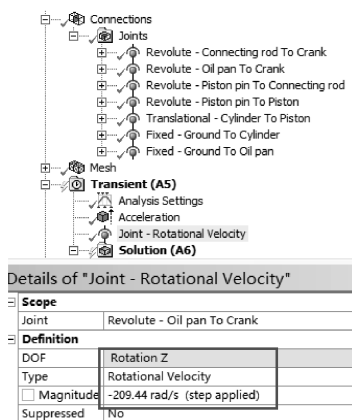

图 5-22 施加边界
(2) 设置加速度：单击【Transient (A5)】→【Inertial】→【Acceleration】→【Details of “Acceleration”】→【Definition】→【Define By】= Component，Z Component = $9806.6mm/s^2$ 。
(3) 施加转动速度：单击【Connections】→【Joints】→【Revolute-Oil pan To Crank】，按着不放直接拖动到【Transient (A5)】下，【Joints Load】→【Details of “Joint Load”】→【Definition】→【Type】= Rotational Velocity，【Magnitude】= $-209.44rad/s$ ，其他默认，如图 5-22 所示。